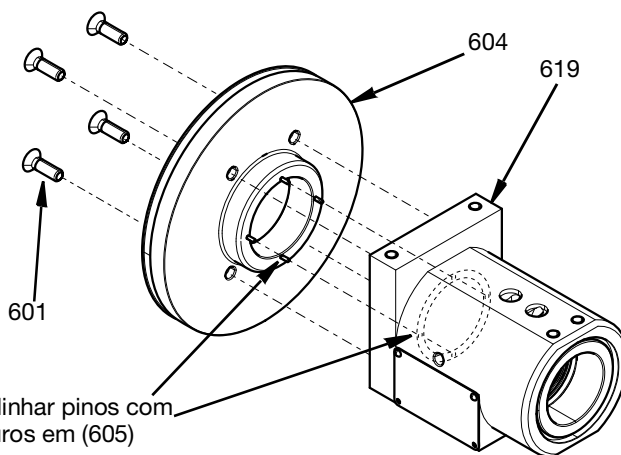

FIG. 23
3. Ligar a caixa de rolamentos (604) à caixa do suporte giratório (619) com quatro parafusos M5 (601). Apertar para 29,2 pol-lbs (3,3 N•m) Observar os quatro pinos na linha da caixa de rolamentos e encaixar nos quatro orifícios do adaptador do distribuidor do anel de ar (605). Consulte a FIG. 23.